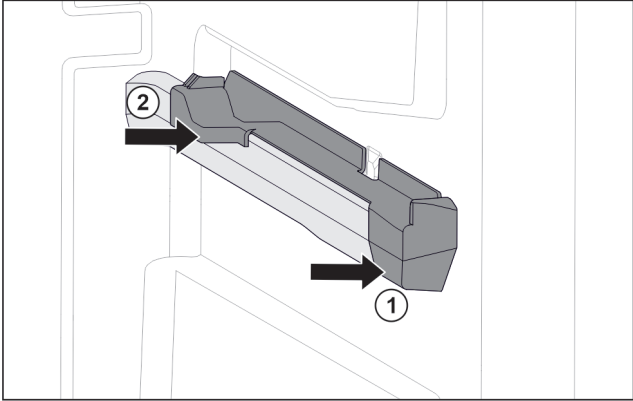

Fig. 62 右侧容器肋梁上的插装件
- ▶ 将插装件前部放到容器肋梁上。 Fig. 62 (1)
- ▶ 压紧插装件后部。 Fig. 62 (2)